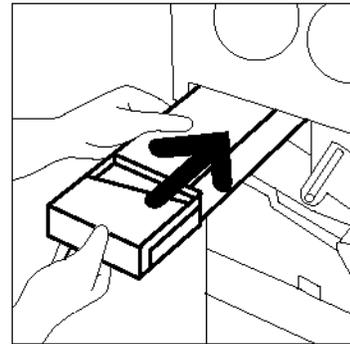

**Abb. 18: Neuen Behälter aus Verpackung nehmen**
- 6** Neuen Tonersammelbehälter aus der Verpackung nehmen (s. Abb. 18).